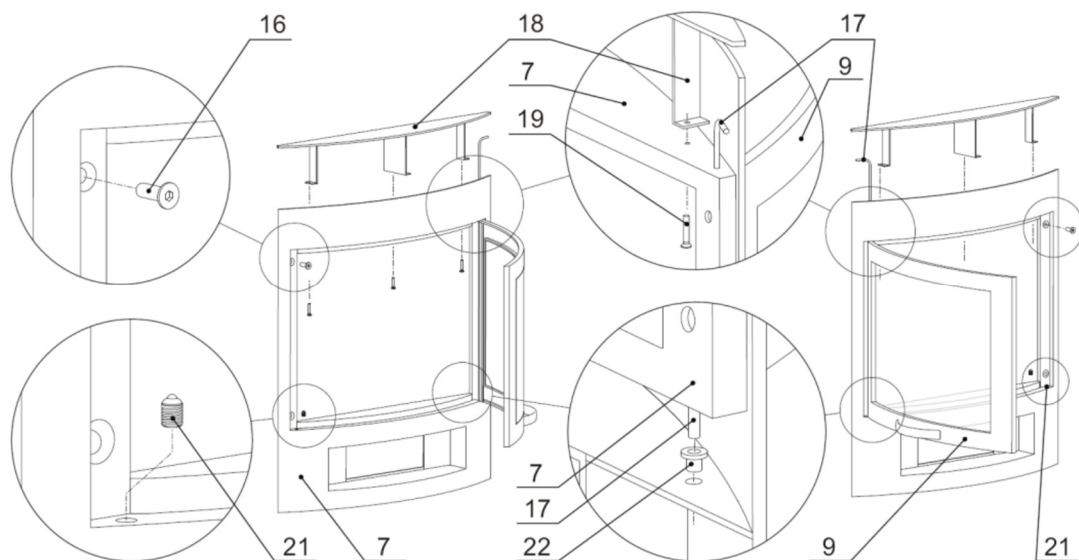
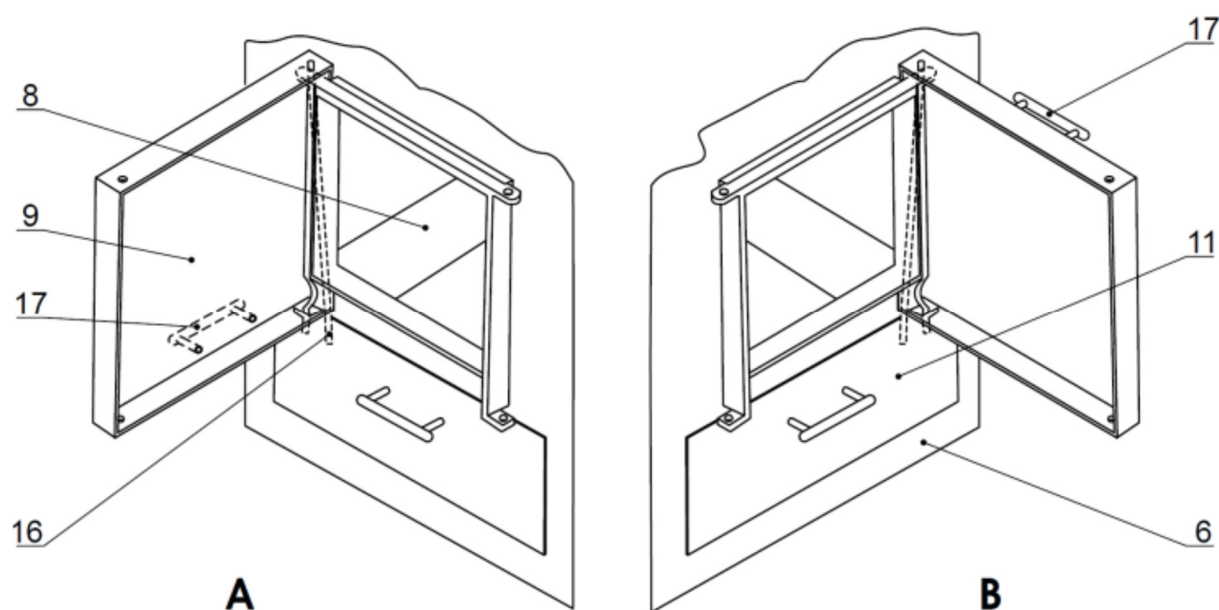

Bild 6 – Türaufhängung K-PR5-1
Bild 7 – Türaufhängung K-PR5-S
Um die Bedienung zu erleichtern, kann die Öffnungsrichtung der Tür von Ihnen selbst geändert werden. Dies geschieht wie folgt (siehe Abbildung 6 für K-PR5-S oder Abbildung 7 für K-PR5-1):
- Entfernen Sie die Tür (9) durch Herausziehen der Türscharnierachse (16), wie in Bild 7 dargestellt